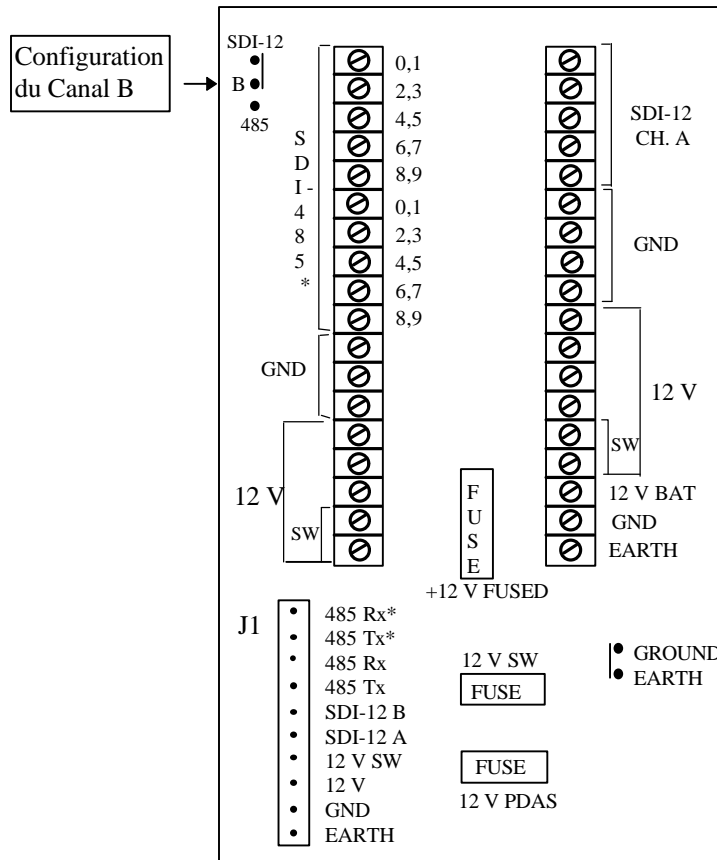

Figure 2. Le montage du terminal à 36 vis *TS-DAS*.
- 1 connecteur AMP CPC à 9 aiguilles pour les entrées IDS-12 ainsi que l'alimentation +12VDC primaire (disponible avec le terminal à contacts **TS-SDI/DIN**, voir Figure 2 ci-dessous)
- 1 terminal à contacts **TS-AIS/DIN** (voir Figure 2 ci-dessous) pour les entrées IDS-12 ainsi que l'alimentation +12VDC primaire, sortie +12V interrompue.
Le terminal à vis *TS-SDI/DIN* est disponible pour le PDAS-II tel que montré dans la Figure 2. Le *TS-SDI/DIN* se raccorde du AMP CPC à 9 aiguilles du PDAS-II au "J1" montré ci-dessous. Il permet un raccordement aisé des sondes IDS-12 ainsi et de la source primaire. Notez que le canal B est configurable pour l'usage IDS-12 réglementaire OU IDS-12 basé sur le RS485 ce qui permet des communications jusqu'à 1200 mètres (4000 pieds). Notez que ce dernier ne peut être utilisé que par des sondes conçues pour des communications IDS-12/RS485 tel que l'encodeur PSE-SDI/RS485 de la compagnie AMASS Data (demandez pour de l'information).